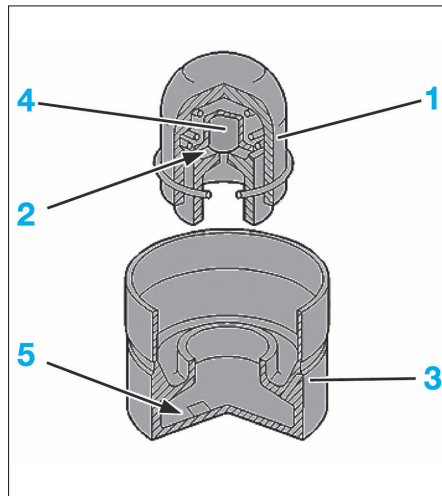

FIG. 54
• Comprimer les poussoirs hydrauliques entre le pouce et l'index (Fig.54).
• Si le piston (1) semble bloqué, la chambre haute pression (2) est pleine d'huile et le poussoir hydraulique est en extension maximal :
- Sortir le piston (1) en tapotant le poussoir (3) sur une cale en bois
- Vider la chambre haute pression (2)
- Faire sortir l'huile en appuyant sur la bille (4) et vider la chambre basse pression (5).
- Huiler la chambre (5).